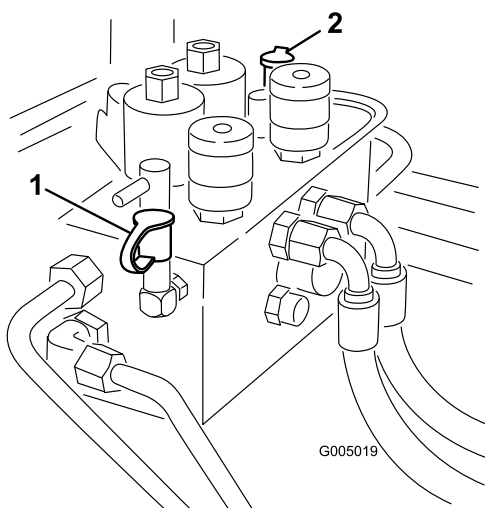

Figura 76
2. Il foro diagnostico B (Figura 76) serve ad agevolare la diagnostica del circuito idraulico degli apparati di taglio anteriori.
3. Il foro diagnostico C (Figura 76) serve ad agevolare la diagnostica del circuito idraulico degli apparati di taglio posteriori.